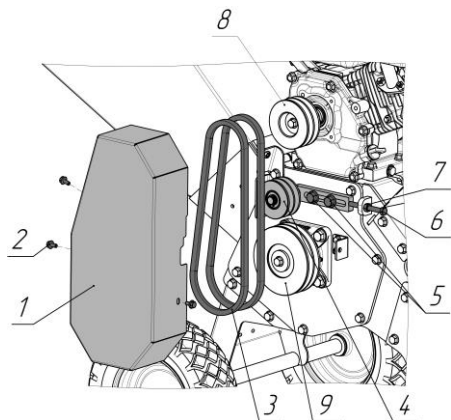

Рис. 27 Проверка состояния ремней
1. Открутите болты крепления 2 и снимите кожух 1, чтобы получить доступ к ремням (Рис. 27)
2. Проверьте состояние ремней 3 (Рис. 27). Если ремень протерт, надорван или заметны иные повреждения, он должен быть немедленно заменен.
1. Открутите болты крепления 2 и снимите защитный кожух 1 (Рис. 27).
натяжение приводных ремней за счет смещения натяжного ролика в сторону регулировочного болта (Рис. 27).
3. Снимите ремни 3 с шкива двигателя 8 и шкива барабана 9 (Рис. 27).
5. Болтом 6 отрегулируйте натяжение ремней. Натянутый ремень при надавливании на него должен смещаться в каждую сторону на 8-10 мм, законтрите болт 6 гайкой 7 (Рис. 27).
6. Затяните болты 5 моментом 45 Н*м (Рис. 27).